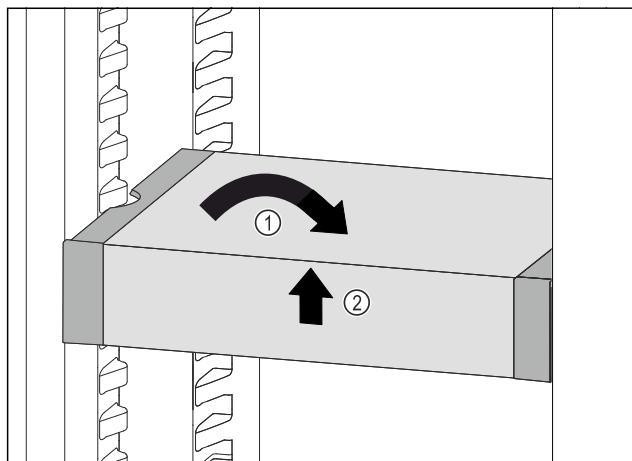

Fig. 177
- ▶ VarioSafe postavte rovně. Fig. 177 (1)
- ▶ VarioSafe vpředu zvedněte. Fig. 177 (2)